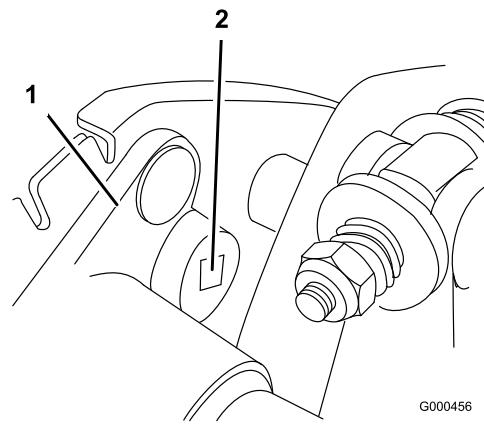

図 39
- B.  $3/8$  インチのトルクレンチでベアリング・ハウジングを $35 \sim 40$  in. lb. ( $4 \sim 4.5$  N-m= $0.4 \sim 0.46$  kg. m) のトルクで回転させてベルトを張る（図 39）。